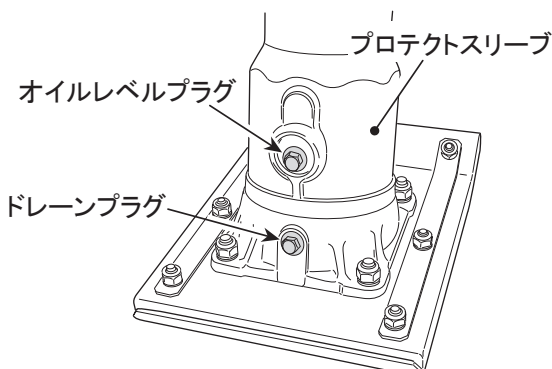

図 1
4. 本機を水平な場所に置いて、プロテクトスリーブのオイルレベルプラグを外して真横から見て、本機潤滑油が規定量入っているか目視で確認してください。(図1)